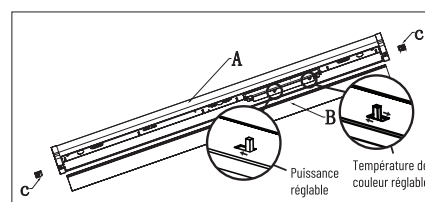

Figure 1
- a. Retirez le diffuseur en glissant le petit couvercle (PIÈCE C) hors de l'embout de la base du luminaire (PIÈCE A), puis retirez le diffuseur (PIÈCE B). (Voir figure 1)
- b. Réglez la température de couleur CCT sur 3500K, 4000K ou 5000K (prérégulée à 4000K). Ajustez la puissance selon la taille du luminaire, 3 options disponibles (réglée par défaut à la puissance maximale). (Voir figure 1)